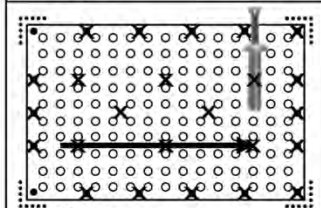

Fig. 4
6. Insert drive pins in all remaining holes and hammer them in moving across the tile in one direction. (Fig. 4) **NOTE: Only drive the pin so that it is even with the head of the anchor.**
6. Inserte los pasadores de impulsión en todos los hoyos y martíllelos moviéndolos a través de la baldosa en una sola dirección. (Fig. 4) **NOTA:** Martille el pasador sólo hasta que esté parejo con la cabeza del anclaje. **IMPORTANTE: ES NECESARIO DEJAR UN ESPACIO DE 1/8" CUANDO SE INSTALEN MÚLTIPLES BALDOSAS LINEARES PARA PERMITIR EXPANSIÓN.**